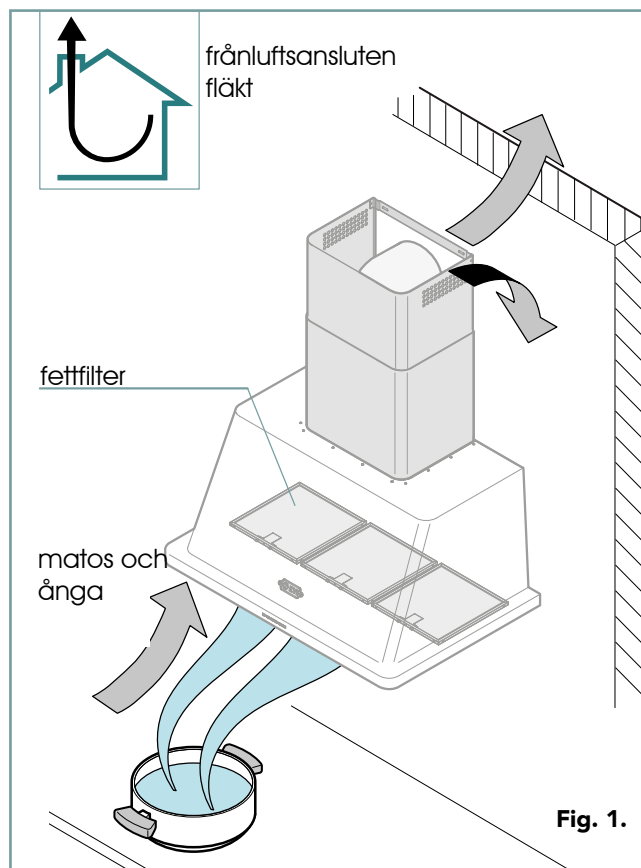

Fig. 1.
**leds ut från byggnaden** via en ventilationskanal: denna typ av installation kräver då inte kolfilter (frånluftsanslutning se fig 1)